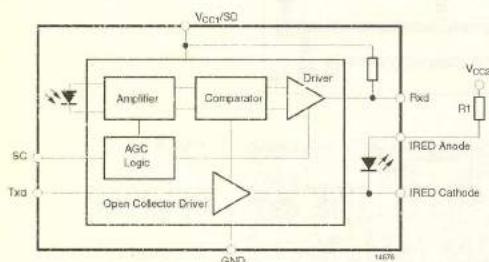

Fig.1 Diagrama bloc
- Trei opțiuni de montare a capsulei: "Universal" (9,7x4,7 x 4mm) (fig.1), "Side View" (13,0x5,95x5,3mm) (fig.2) și "Top View" (13,0x7,6x5,95mm) (fig.3);